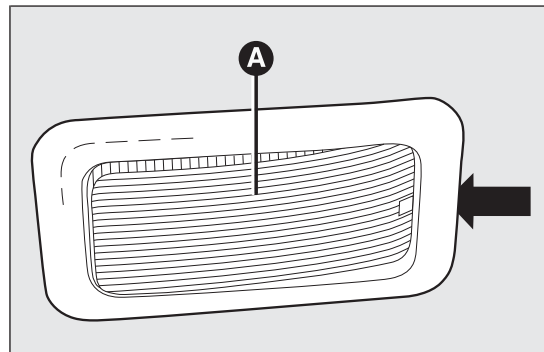

fig. 138
- à l'aide du tournevis fourni, extraire le plafonnier A fig. 138 en agissant sur le point indiqué par la flèche ;